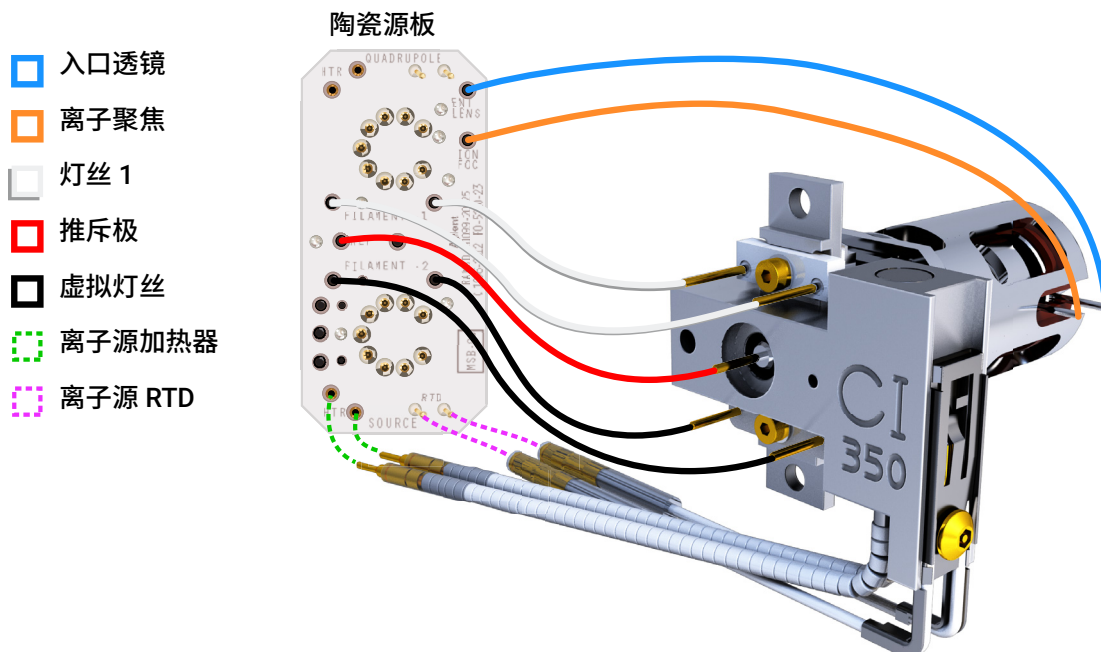

图 74 陶瓷源板和离子源之间的配线
- 1 使用钳子连接 / 断开离子源接头上的陶瓷板引线。(请参阅图 74。)
- 2 使用钳子连接 / 断开源接头上的离子源加热器引线。(请参阅图 74。)